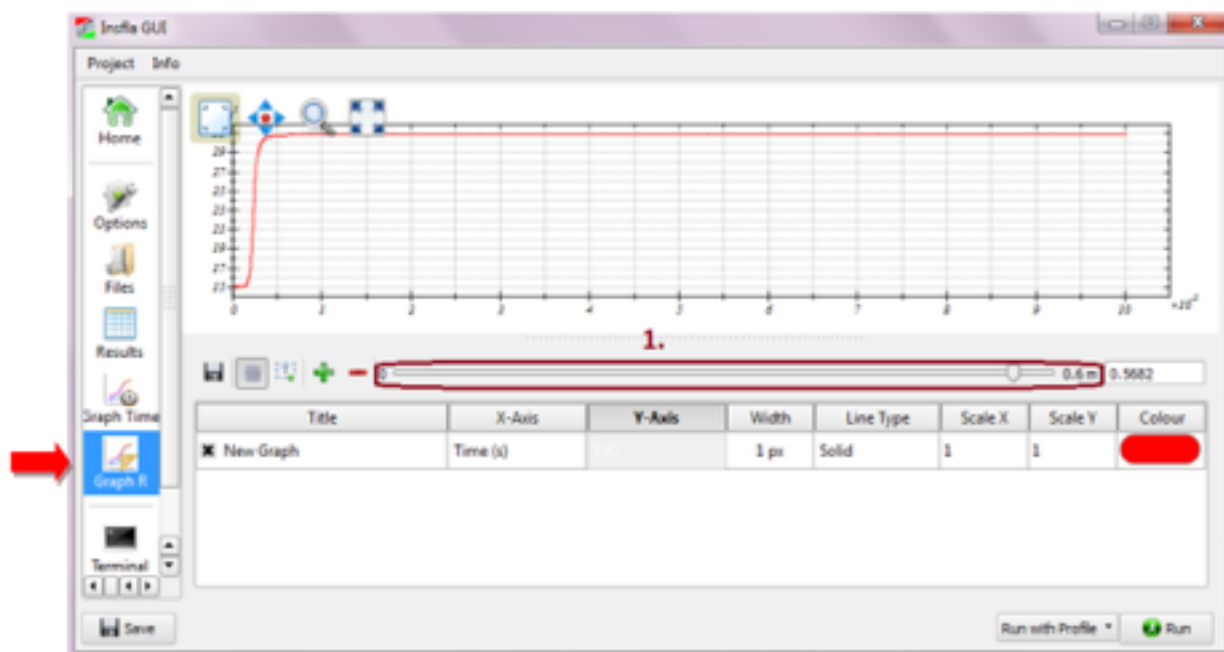

Abb.9: Graph R (Temperatur-Zeit-Verlauf)
**Graph R** ist mit seinen Funktionen ähnlich aufgebaut wie **Graph Time**, der wesentliche Unterschied liegt daran, dass hier nicht eine Zeitschiene sondern eine verschiebbare Schiene über den Radius (siehe 1.) vorhanden ist. Dadurch lassen sich Daten zweidimensional zum Beispiel als Temperatur-Zeitkurve darstellen und über den Radius beobachten (siehe Abb. 9).